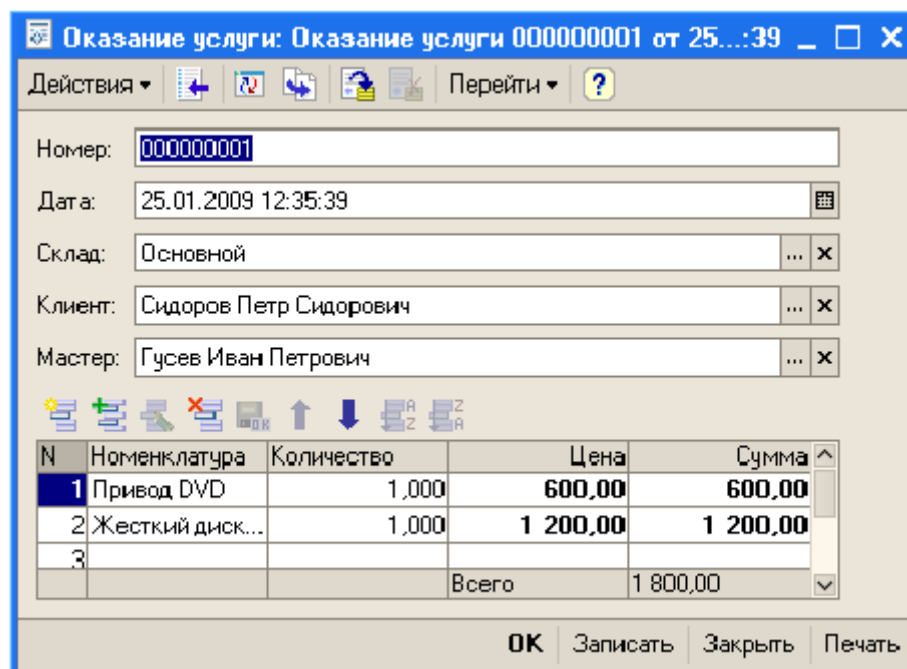

Рис. 82
- в окне *Свойства: Табличное поле* установите свойство *Подвал* (рис. 82);
- запустите приложение в режиме отладки, включите форму документа **Оказание услуги № 1** (рис. 82), обратите внимание на то, какие изменения произошли в форме.